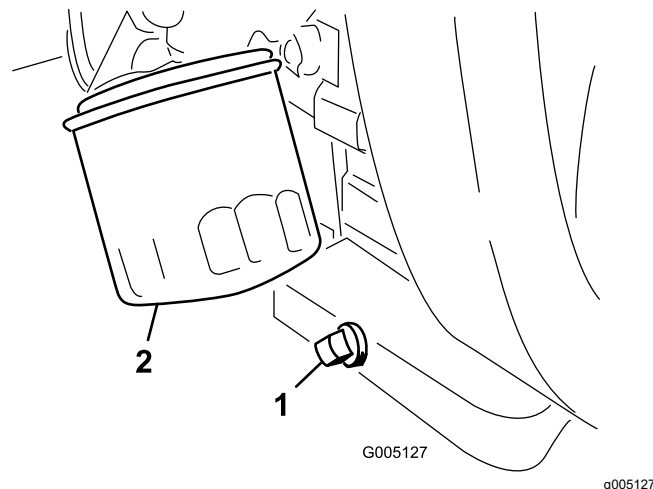

Figure 34
- Retirez le bouchon de vidange (Figure 34) et laissez couler l'huile dans un bac de vidange.
- Nettoyez le filetage du bouchon de vidange, enduisez-le de produit d'étanchéité au PTFE et remettez le bouchon en place (Figure 34).
- Déposez le filtre à huile (Figure 34).